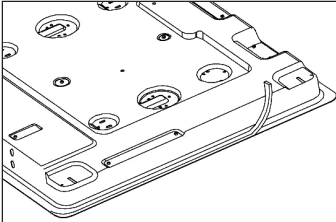

Figure 6
- Collez l'arrière du bord latéral inversé avec le tampon en caoutchouc mousse (voir Figure 6).